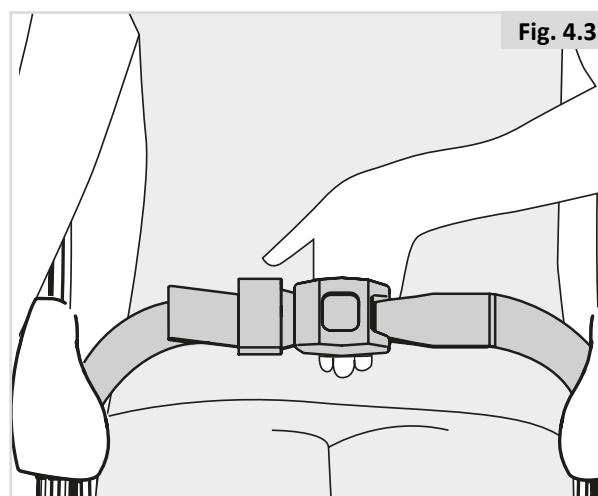

Fig. 4.3
- Pour le confort et la sécurité de l'utilisateur, tendez la ceinture de bassin de sorte à pouvoir seulement passer la main entre la sangle et les cuisses (Fig. 4.3).